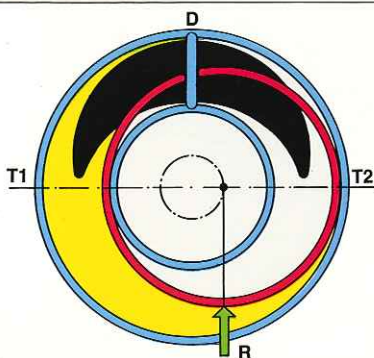

fig. 3
2. In any position, the disc is radially and axially balanced (fig. 3); in fact, the resultant force of the internal and external pressures acting on the disc lies on a plane normal to the axis of the pump and is always tangent to the circumference of the disc. There are no radial components which could detach the disc or press it against the casing; therefore, the liquid does not tend to escape. The resultant pressure force is the same in any position so that the amount of power absorbed is always uniform.
1. Le disque creux (B) est monté excentriquement dans l'arbre de la pompe (M) et guidé par le diaphragme (D) qui sépare l'aspiration du refoulement. Quand l'arbre tourne le disque oscille tangemment à deux surfaces du corps diamétralement opposées, en formant deux joints hydrauliques mobiles. La figure (2), qui indique quatre positions successives du disque, montre l'augmentation de volume créée en phase d'aspiration et la diminution en phase de refoulement, tant à l'intérieur qu'à l'extérieur du disque pompant, avec un flux constant du liquide.
2. Sur toutes les positions, le disque est équilibré (fig. 3) tant en ligne radiale qu'en ligne axiale; en effet, la résultante des pressions à l'intérieur et à l'extérieur du disque cylindrique reste toujours sur un plan perpendiculaire à l'axe de la pompe et tangente à la circonférence décrite par le centre du disque. Il n'y a aucune composante radiale qui éloigne ou approche le disque au corps; il n'y a donc pas de risques de fuites du liquide. La résultante des pressions a une valeur constante, donc l'absorption de puissance est uniforme.